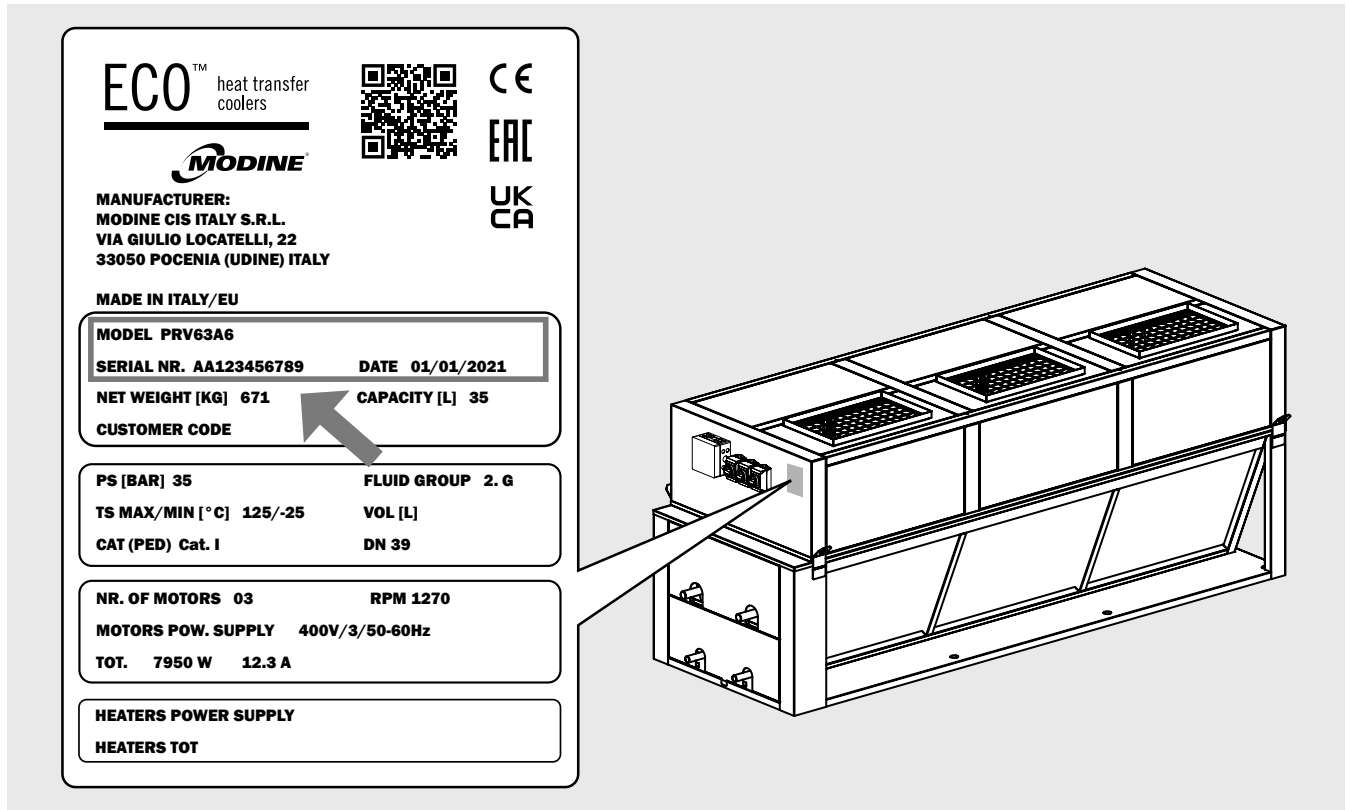

Figure 1
- 3.1 Pour toute communication, demande d'assistance ou de pièces détachées, indiquer le nom du modèle et le numéro de série figurant sur la plaque signalétique (voir "Figure 1"):